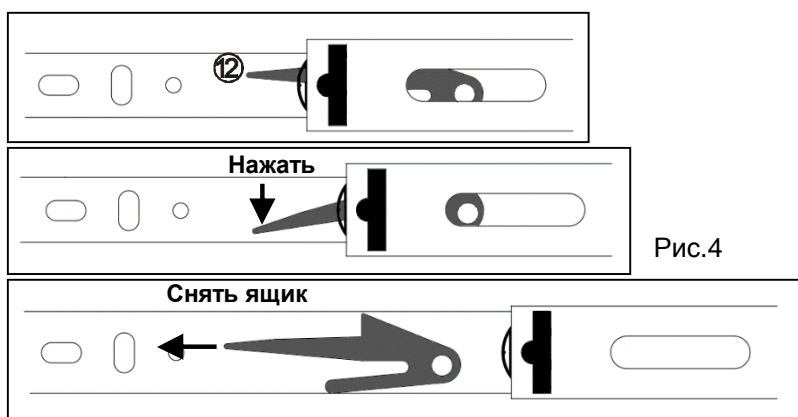

Рис.4
6.2.1 Полностью выдвинуть **МФ** и ящик (2), снять их с направляющих рамы (1), нажав на пластиковые рычажки (12), рис.4. При снятии не допускать рывки и перекосы.